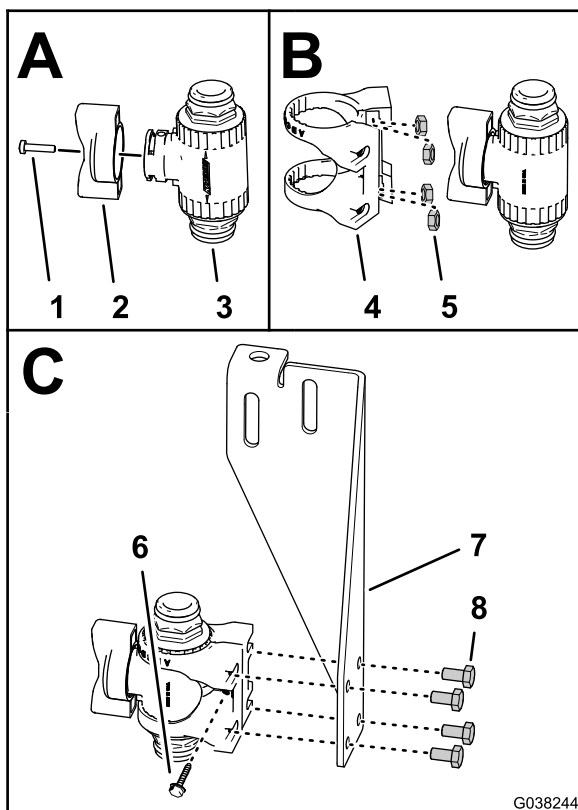

图58
1. 用螺丝6-32 x 5/8 英寸将手柄组装到搅拌节流阀上 图58。
2. 如果未安装请将4个不锈钢螺母插入用于搅拌节流阀的尼龙节流阀安装架中的槽图58。
3. 如图58所示将搅拌节流阀装入节流阀安装架。
4. 如图58所示用螺丝6-32 x 5/8 英寸将节流阀安装架固定到搅拌节流阀上。
5. 用4个螺栓6 x 12mm将节流阀和安装座组装到搅拌阀支架上图58。